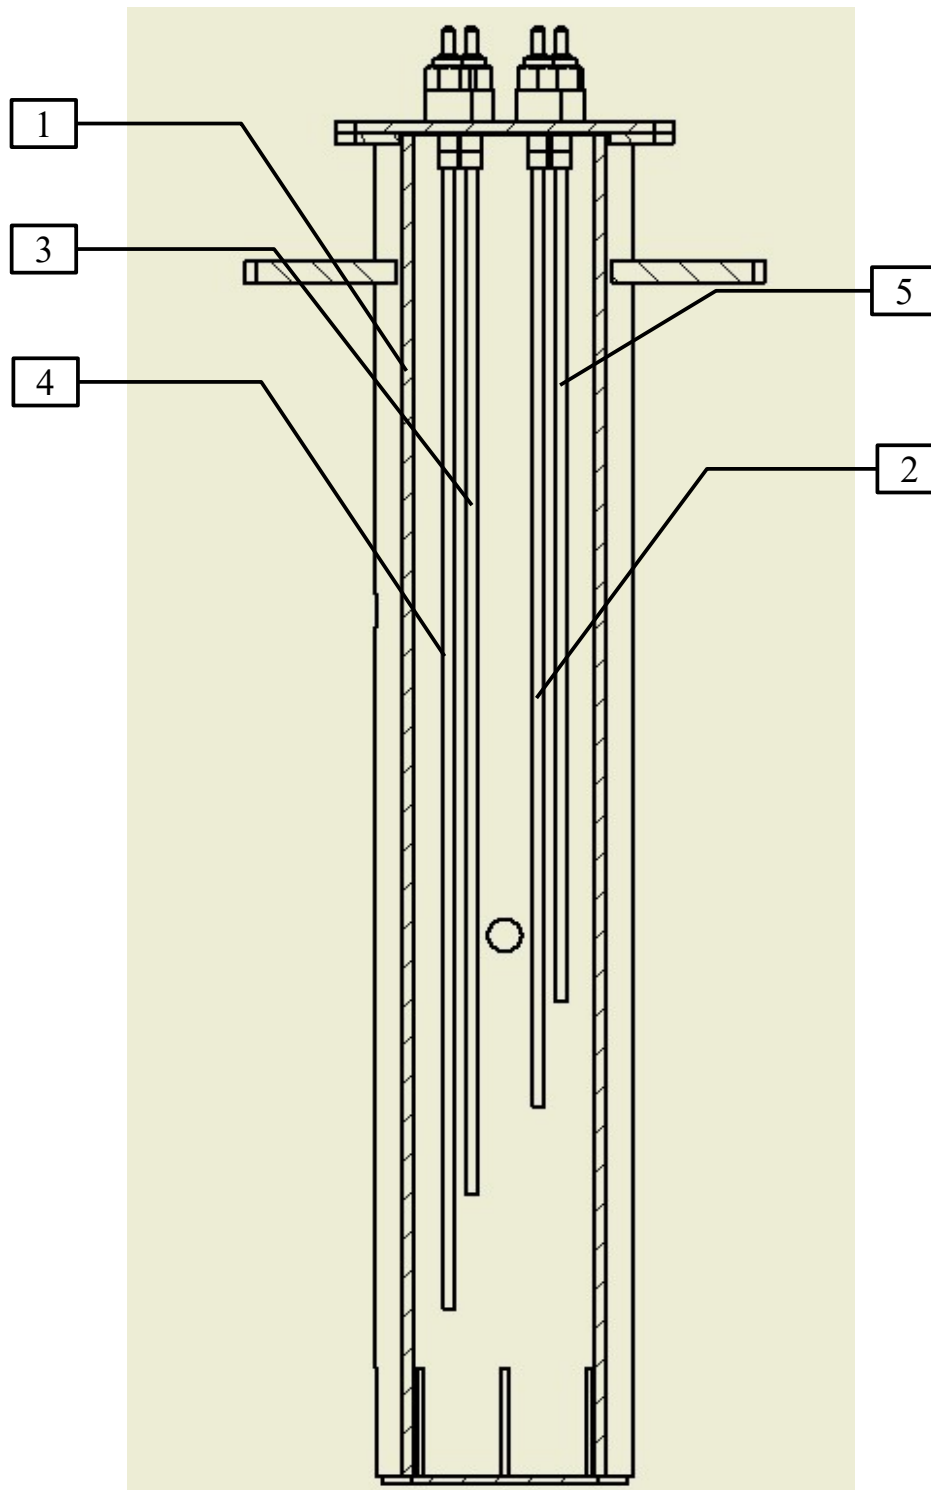

Рисунок 3: Блок контроля уровня.
Для контроля за уровнем воды в котле, при работе в автоматизированном режиме, служит блок контроля уровня (рис. 3), который состоит из корпуса (1) и четырех изолированных электродов (датчиков): верхнего рабочего ВР (2), нижнего рабочего НР (3), нижнего аварийного НА (4) и верхнего аварийного ВА (5) уровней. Автоматика котла поддерживает уровень воды между нижними концами электродов ВР и НР. Если уровень воды по каким-то причинам опустится ниже нижнего аварийного НА либо поднимется выше верхнего аварийного ВА уровня, то автоматика отключает котел, загорается красная лампа «АВАРИЯ» и подается звуковой сигнал. При отключении по нижнему уровню воды также загорается красная лампа «МАЛО ВОДЫ».